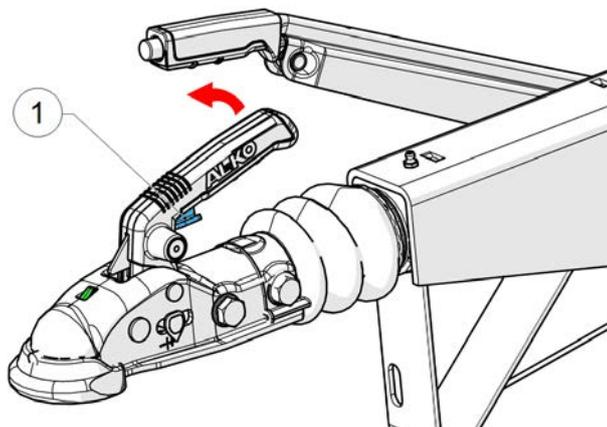

Figure 25 - Poignée d'attelage
5. Tenez la poignée sur la tête de remorquage, pressez le crochet (1, Figure 25) avec votre index et levez la poignée.